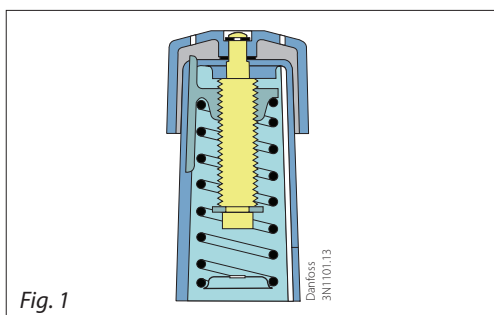

Fig. 1
1. **Fig. 1.** Réglage avec poignée, ressort de référence et échelle de réglage